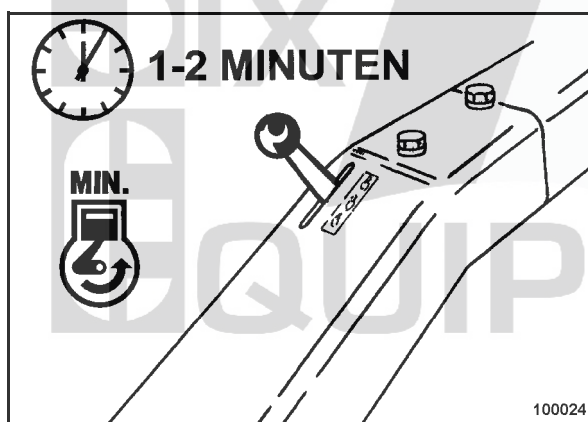

fig. 34
- Positionner le levier de réglage du régime (fig. 34) sur "MIN".